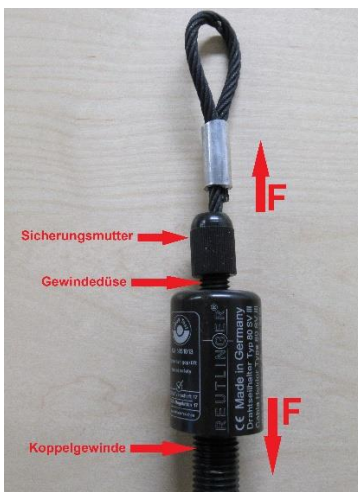

Abb. 1
7. Bei Durchsicht durch die Düse muss ein Teil des Kreisumfangs von insgesamt 6 in den Seildurchführungs kanal hineinragenden Kugeln erkennbar sein (Abb.1). Der hellere, zentrale Zwischenraum der Kugeln im Durchführungs kanal bildet dann ein Sechseck - ähnlich einem Stern mit 6 Spitzen. Sollten nicht 6 Kugeln im DSH sichtbar sein, darf dieser nicht eingesetzt werden. Die Qualitätsabteilung der Reutlinger GmbH ist zu kontaktieren.